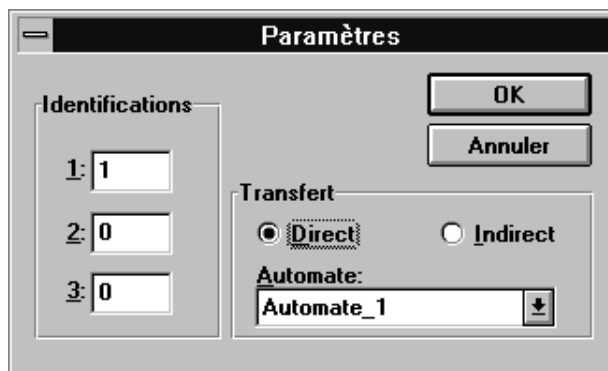

Figure 9-7 La boîte de dialogue *Paramètres* avec les réglages de l'exemple
2. Cliquez sur le bouton *Paramètres*. La boîte de dialogue représentée dans la figure 9-7 apparaît alors. Déterminez ici le mode de transfert en cliquant sur *Direct*.